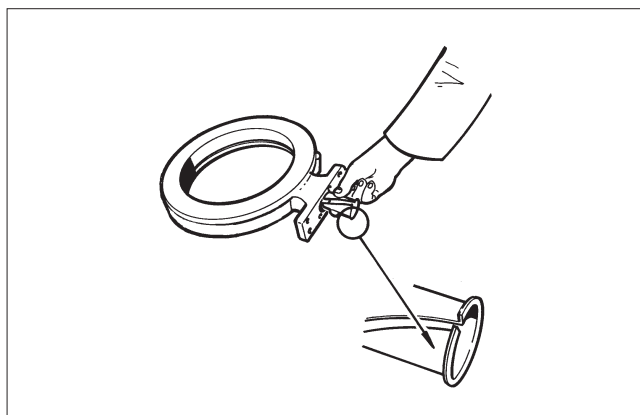

Fig. 16 Montage de paliers standards
- Mettre en place les paliers dans le corps (cf. figure 16).